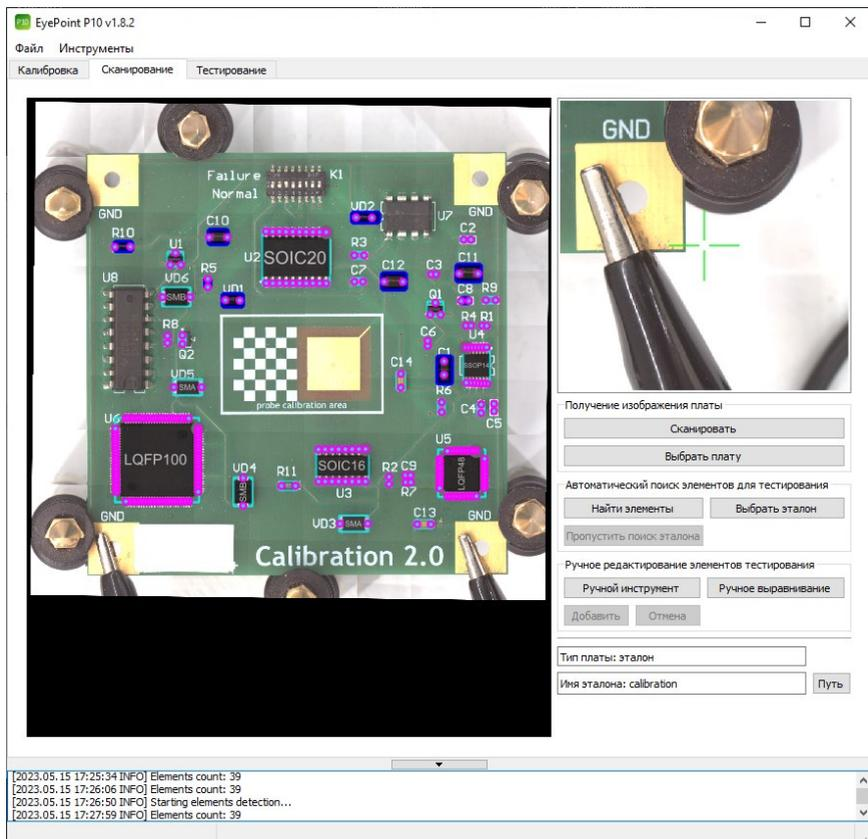

Рисунок 26. Результат наложение эталона на тестовую плату в ПО EyePoint P10.
- 1.3. На изображении проверяемой платы в рабочей зоне вкладки «Сканирование» отобразятся наложенные точки эталона (Рисунок 26).